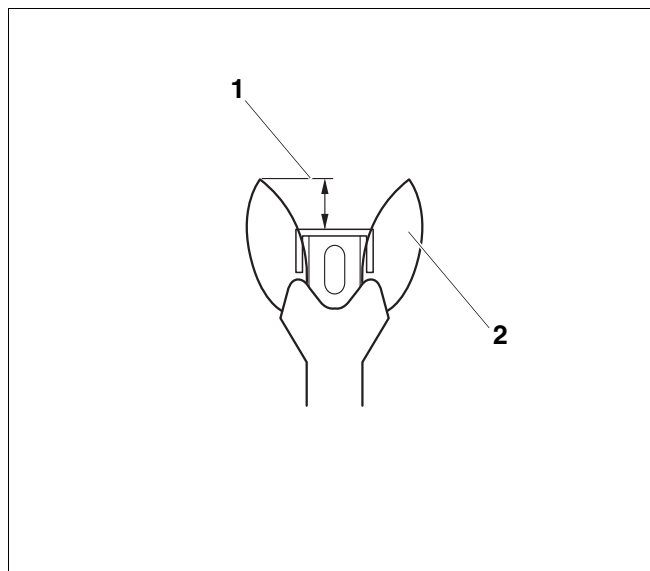
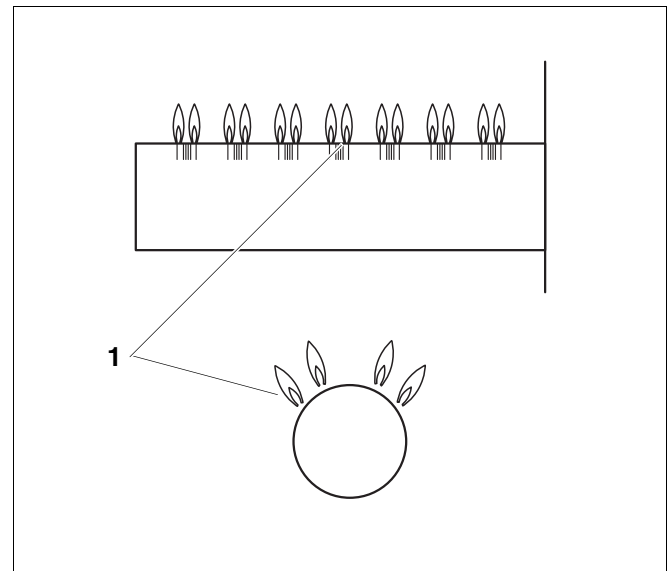

Fig. 10 Réglage correct de la flamme d'allumage
Fig. 11 Brûleur principal
19. Tester le dispositif de sécurité en fermant le robinet principal du gaz. La flamme du brûleur principal (→ fig. 11) et la flamme d'allumage (→ fig. 10) s'éteignent. Après six (6) secondes maximum, l'électrovanne principale du bloc gaz doit fermer en faisant un bruit particulier.